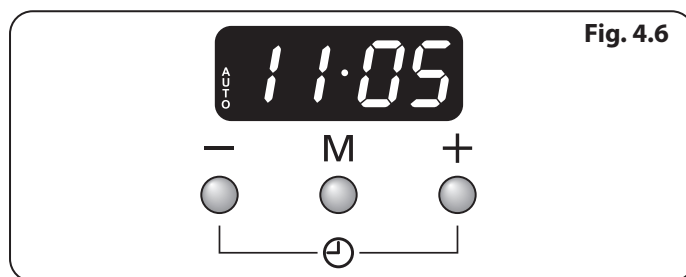

Fig. 4.6
3. Une fois l'« heure d'arrêt » atteinte, une alarme sonnera et le four s'arrêtera. Le mot AUTO clignotera à l'écran (**Fig. 4.6**).